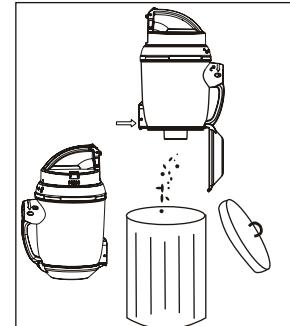

рис. 6
- Откройте крышку (26) колбы контейнера-пылесборника, нажав на фиксатор (27) (рис. 6).
- Удалите из контейнера-пылесборника (9) скопившуюся пыль и мусор.